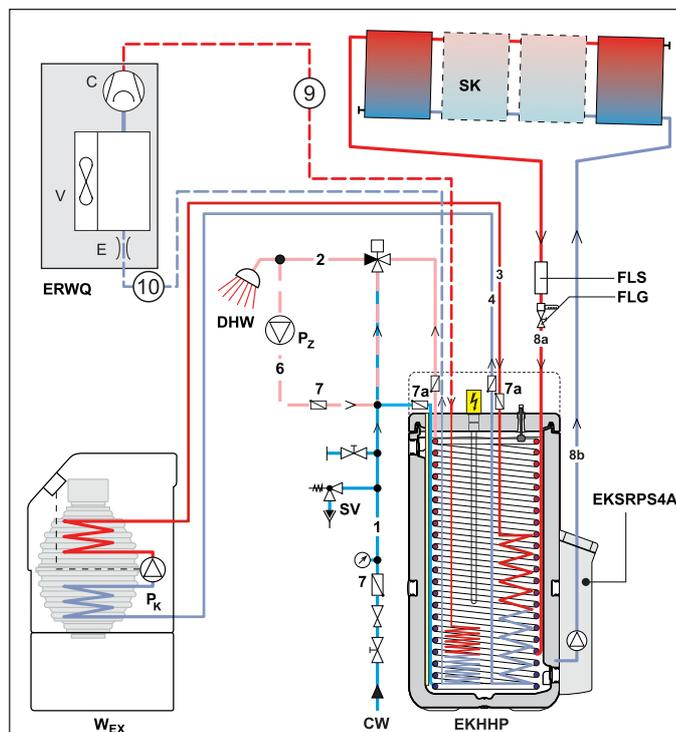

Fig. 4-5 Conexión hidráulica - Leyenda, véase tab. 4-2 (ejemplo EKHHP500AA2V3 con $p=0$ solar y generador de calor externo opcional)
- Una las conexiones hidráulicas con el DAIKIN EKHHP (véase fig. 4-5).
Tab. 4-2 Leyenda de fig. 4-5
- Establezca una conexión hidráulica del sistema según fig. 4-5.